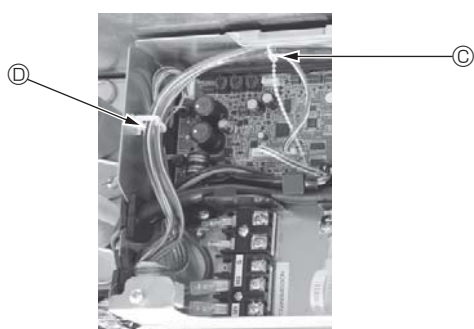
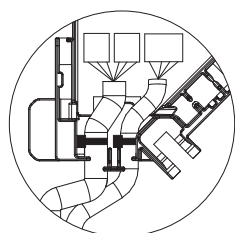

Fig. 5-15
Fig. 5-16
- Bunta ihop den överflödiga delen av kablarna från i-See-sensorn och signalmottagaren i elkompontlådan och fäst upp dem enligt bilden. (Fig. 5-15) Se till att buntbandet som håller i-See-sensorn och signalmottagarens anslutningskablar är placerat inuti anslutningsboxen. (Fig. 5-16)